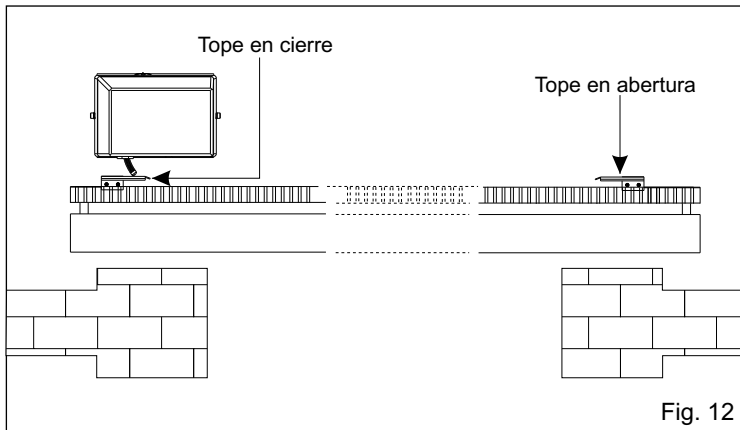

Fig. 12
**6.1.** Para instalar y regular los topes en apertura, seguir las instrucciones debajo indicadas (Fig. 12):
**6.2.** Para instalar y regular los topes en cierre, seguir las instrucciones debajo indicadas (Fig. 12):